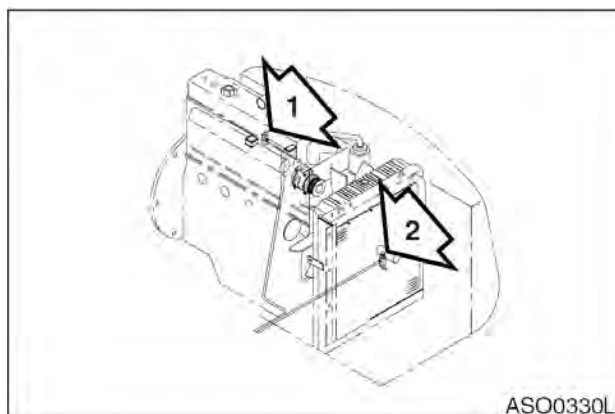

Рис. 73
3. Открыть запорные вентили нагревателя (1 и 2, рис. 73), чтобы слить охлаждающую жидкость из сердцевины нагревателя.